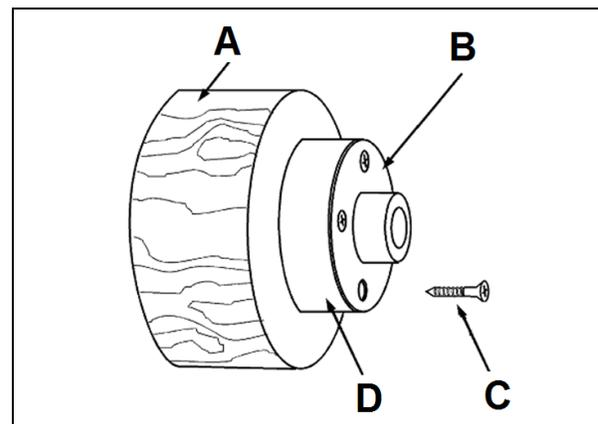

Fig 17
Fixer la pièce à usiner (A, Fig. 17) avec 4 vis à bois (C) par